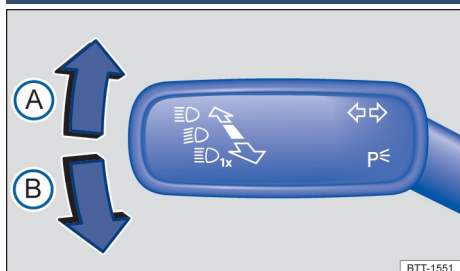

Рисунок 61. Слева от рулевой колонки: рычаг управления дальним светом и указателями поворота
- Переместите рычаг указателя поворота и дальнего света фар → Рисунок 61 из середины в следующее положение: